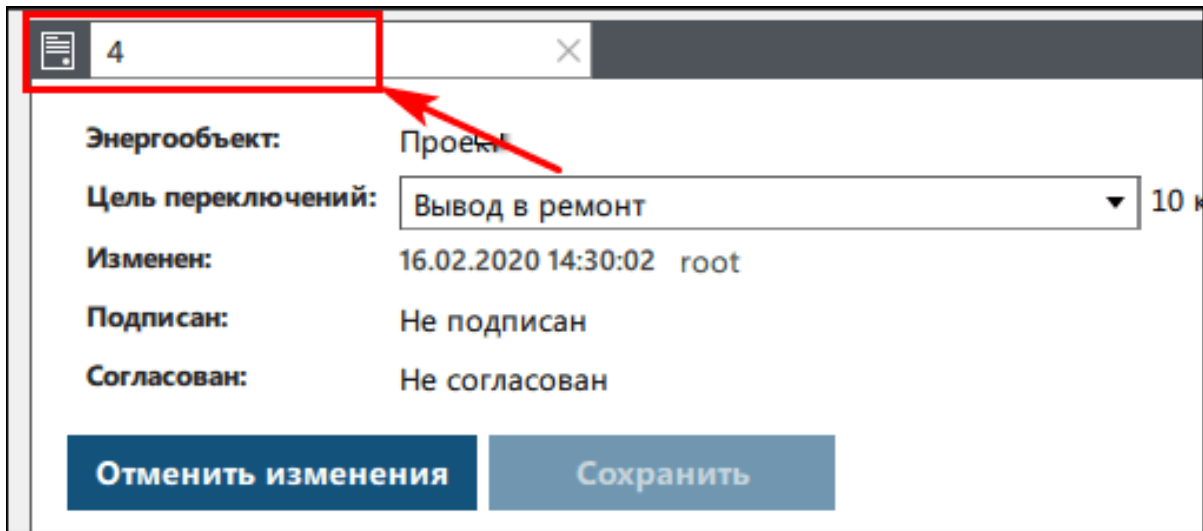

Рисунок 128 - Изменение идентификатора БП
1. Измените идентификатор бланка (по необходимости) (Рисунок 128).